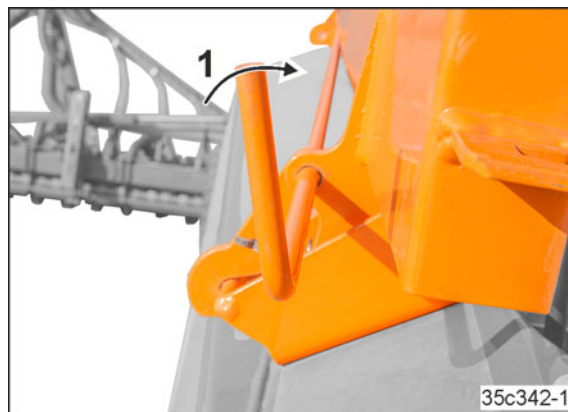

Bild 257
1. Lossa lockförslutningen (Bild 257/1)